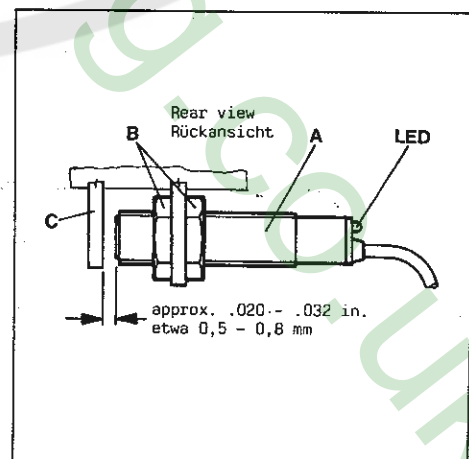

Fig. 65
The proximity switch (A, Fig. 65) prevents the motor respectively the sewing machine from running, when the thread trimmer mechanism is not in its extreme right end position (home position). Adjust as follows:
Der Näherungsschalter (A, Fig. 65) verhindert das Laufen des Motors bzw. der Nähmaschine, wenn der Fadenabschneidermechanismus nicht in seiner äußerst rechten Endstellung (Ruhestellung) ist.
Set the face of proximity switch (A, Fig. 65) with nuts (B) close to lever (C) until the light emitting diode (LED) lights up. The distance between proximity switch (A) and lever (C) is normally approx. 0.5 to 0.8 mm (.020 to .032 in.). When moving the thread trimmer mechanism about 0.5 mm (.020 in.) from its right end position to the left, the LED must go out and the motor respectively the sewing machine will not start to run when depressing the motor treadle.
Stellen Sie die Stirnfläche des Näherungsschalters (A, Fig. 65) mit Hilfe der Muttern (B) so nahe an den Hebel (C), daß die Leuchtdiode (LED) aufleuchtet. Der Abstand zwischen Näherungsschalter (A) und Hebel (C) ist normalerweise etwa 0,5 bis 0,8 mm.